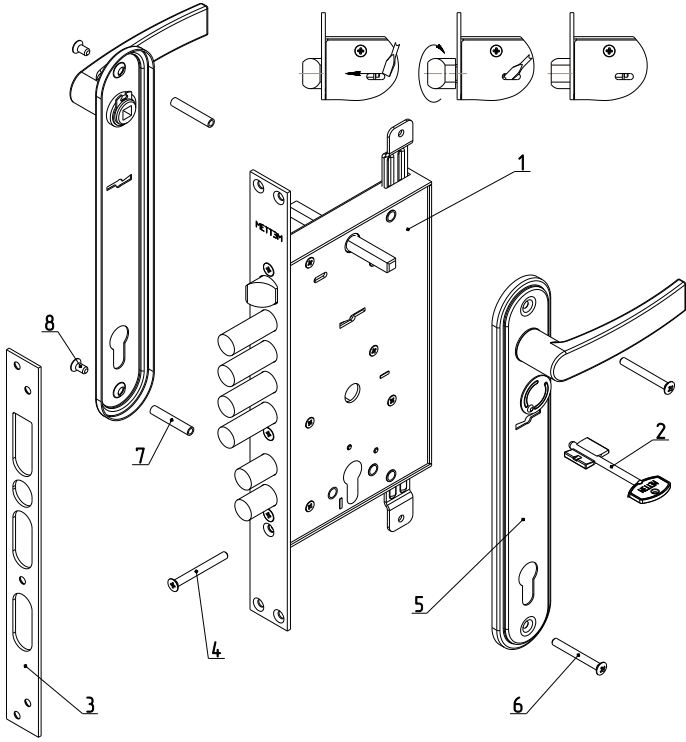

Рис.1
Комплектность замка приведена в таблице и показана на рис. 1.
- 4.1. Внешний вид и установочные размеры замка показаны на рис.1,2.
5.2. Установить при необходимости защелку в соответствующее положение для правой или левой двери путем ее выдвигания из корпуса отверткой через паз в крышке замка и разворота на 180° вокруг своей оси (см. рис.1).